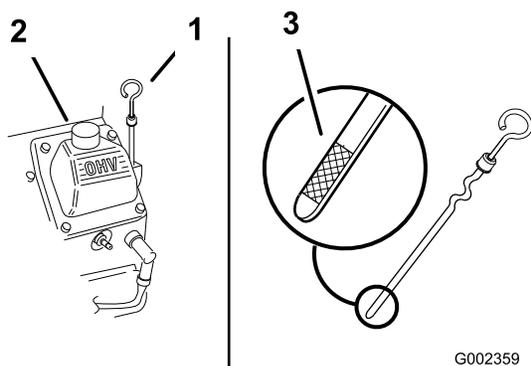

Figura 16
- Limpie alrededor de la varilla de aceite (Figura 16) para que la suciedad no pueda penetrar por el orificio de llenado y causar daños en el motor.
- Retire la varilla, límpiela, y vuelva a colocarla, asegurándose de que quede bien asentada (Figura 16).
El nivel de aceite debe llegar a la marca Lleno del extremo metálico de la varilla (Figura 16).
- Si el nivel de aceite está por debajo de la marca Lleno, retire el tapón de llenado (Figura 16) y añada aceite hasta que el nivel llegue a la marca Lleno de la varilla. **No llene demasiado.**